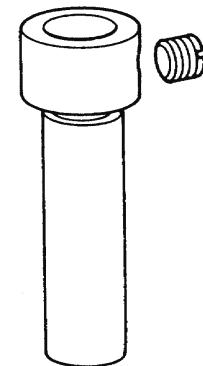
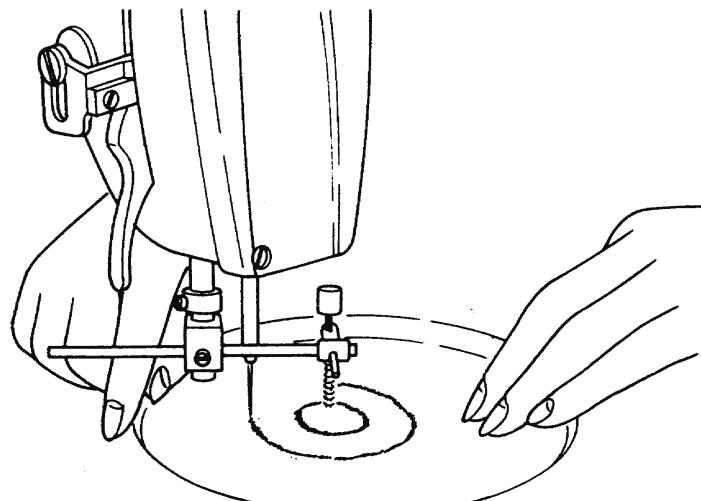

図44 継足B
図45 コンパスの使い方
(1) コンパス 一定の巾の円形、または、半円形を刺しゅうするには、図45のコンパスを使用すれば、簡単、かつ正確に刺しゅうできます。この場合、振り巾を固定して刺しゅうします。コンパスを使用されるとき、押え棒が短いので、図44に示す継足B（B-1502-391-B A O 押え棒継足B）を押エ棒に取付け図45のように御使用下さい。